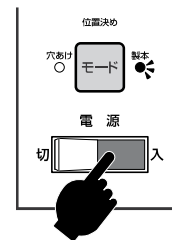

図20
- 1.電源スイッチを入れてください。 **図20 参照**